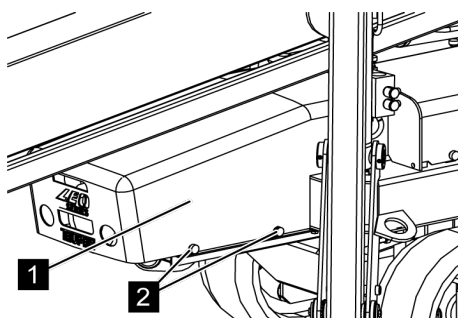

Fig. 110: Enlever le capot
- 3.** → Desserrer toutes les vis moletées (Voir la Fig. 110/2) du capot (Voir la Fig. 110/1), et enlever le capot.